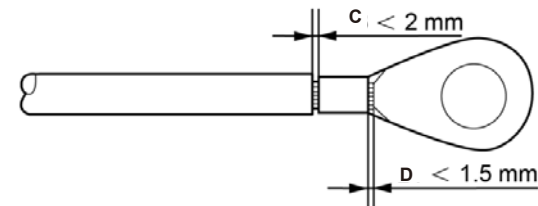

Figura 5.9 Pele el cable
- 4) Inserte el cable pelado en el área de crimpado del terminal OT y use la abrazadera hidráulica para crimpar el terminal al cable (consulte la figura 5.9).